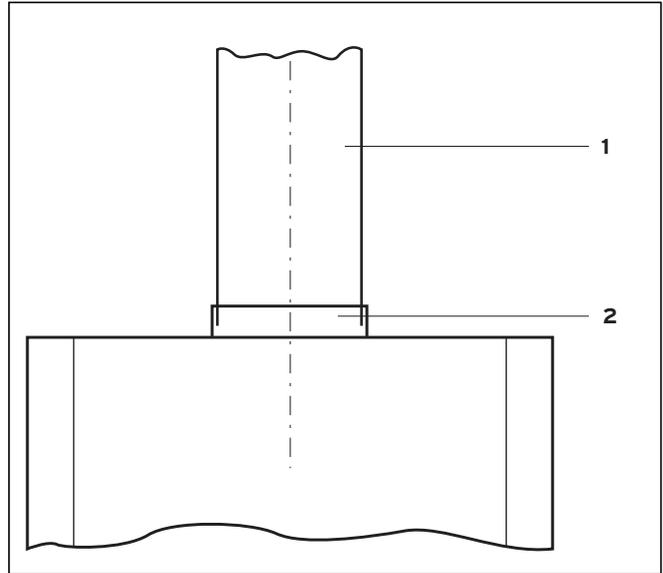

Рис. 5.1 Подключение к дымоходу
Пояснения к рис. 5.1
- Установите трубу дымохода (1) в патрубок трубы дымохода (2) на предохранителе тяги, см. рис. 5.1 Подключение к дымоходу.